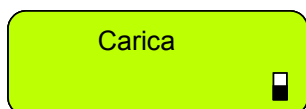

Figura 3.2
- Quando il dispositivo di ricarica viene collegato, appare il seguente messaggio (Figura 3.2) ed il simbolo della batteria cambia continuamente da vuoto a pieno indicando la ricarica in corso.